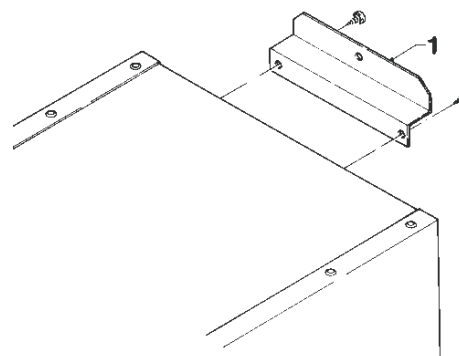

Рис. 12
**Из-за относительно низкого веса автоматов, их необходимо крепить к стене с помощью специального кронштейна, поставляемого в комплекте (см. Рис. 12).**